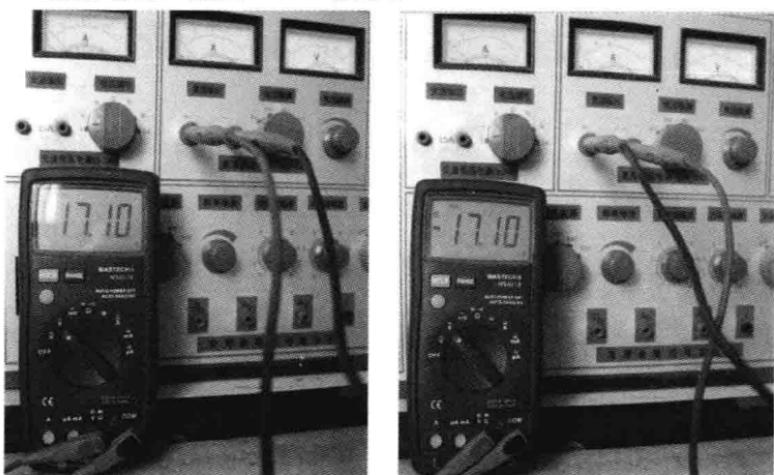

图 5-25 测量电压
测量电压，如图 5-25 所示。
- (1) 将转换开关旋至 DCV 挡。
- (2) 将两表笔并联在电源的两端，测量电源的电压。
- (3) 由液晶显示器读取被测电源的电压值。从图 5-25 可读出被测电压的电压值分别为 17.10V、-17.10V。左边出现—，则表明表笔极性与实际电源极性相反，此时红表笔接的是负极。
- (4) 测量完毕，将转换开关置于 OFF 挡，拔下红、黑表笔。